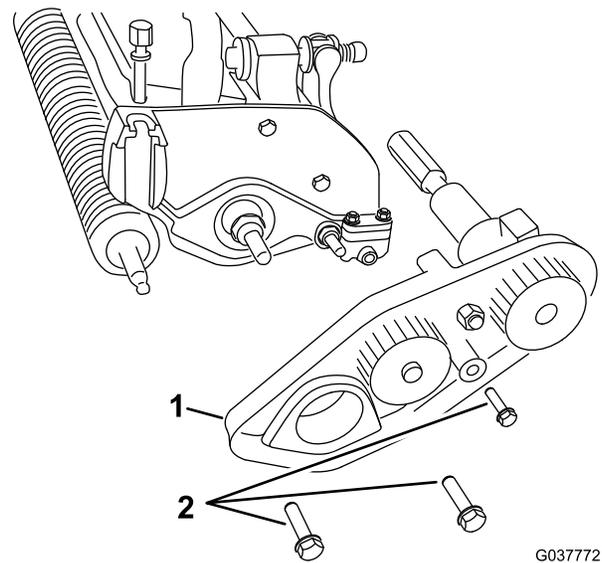

Figura 8
- Retire los 3 pernos que sujetan el conjunto de correa de transmisión a la unidad de corte, si está instalado, y retire el conjunto entero (Figura 8).